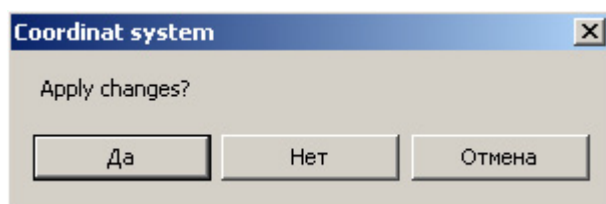

Рис. 20. Подтверждение сохранения введенных параметров
4. Нажмите кнопку **Editing** и оболочка запросит подтверждение на сохранение введенных параметров см. рис. 20.